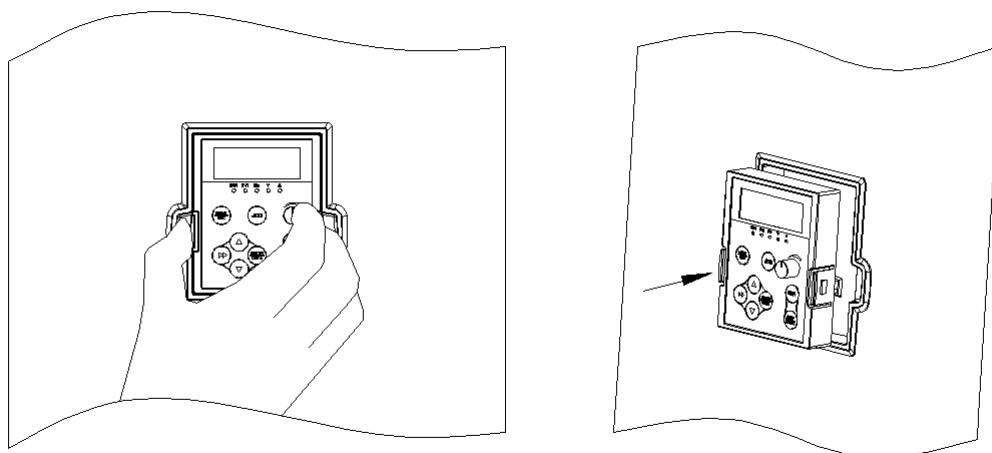

图3-3 键盘操作面板的拆卸和安装
1、拆卸：将大拇指和中指分别放在操作面板左右方的手指插入孔，轻轻掀入锁定弹片后再往外拉，即可拆下操作面板；如图3-3所示。
2、安装：将操作面板平放嵌入操作底盒内，轻轻往里推，直至锁定弹片弹开到位即可；如图3-3所示。